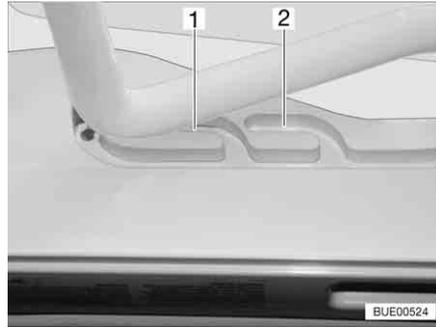
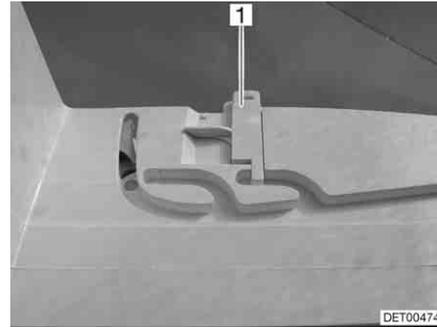

Fig. 80 Oblò Heki in posizione di ricircolo d'aria
Fig. 81 Bloccaggio della posizione di ricircolo d'aria
È possibile portare l'oblò Heki in due posizioni di ricircolo d'aria: Posizione brutto tempo (Fig. 80,1) e posizione centrale (Fig. 80,2). A seconda del modello, l'oblò può essere bloccato sulla posizione centrale del suo telaio con i due chiavistelli (Fig. 81,1) di sinistra e destra.
- Premere la staffa leggermente verso l'alto, spingerla nella guida selezionata (Fig. 80,1 o 2) ed eventualmente bloccarla.